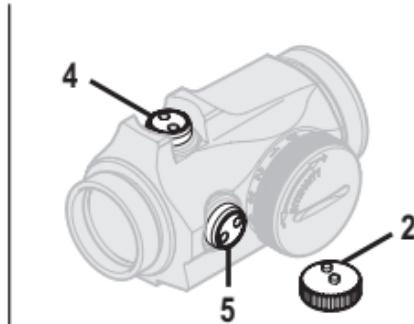

Fig. 3 Cache de réglage
- d Utilisez le cache de réglage (2) ou l'outil (13A) pour faire tourner les vis de réglage. Insérez les boutons du cache de réglage (2) dans les trous des vis de réglage (4) et (5). Voir Fig. 3.